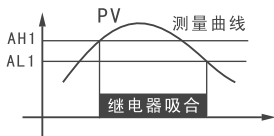

图1
- (1) 设定 AH1=AL1, 继电器无效。
- (2) 设定 AH1>AL1, 当测量值≥AH1时, 继电器吸合; 当测量值≤AL1时继电器释放。继电器动作情况见图1, 常用于上限报警。